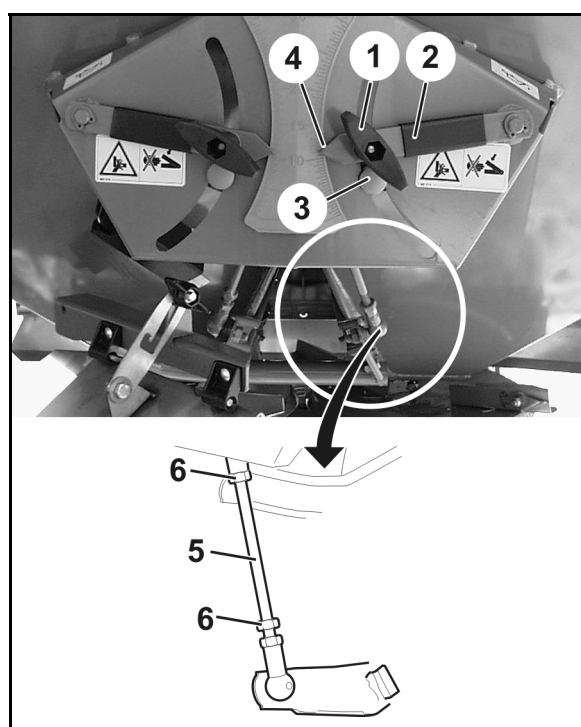

Fig. 102
Hvis dette ikke er tilfældet, skal du ændre positionen af anslaget (Fig. 102/3) ved at dreje forbindelsesstængerne (Fig. 102/5):
6. Løsn kontramøtrikkerne (Fig. 102/6) på forbindelsesstængerne (Fig. 102/5).
7. Drej forbindelsesstængerne, indtil anslaget (Fig. 102/3) ligger an mod indstillingsgrebet (Fig. 102/2).